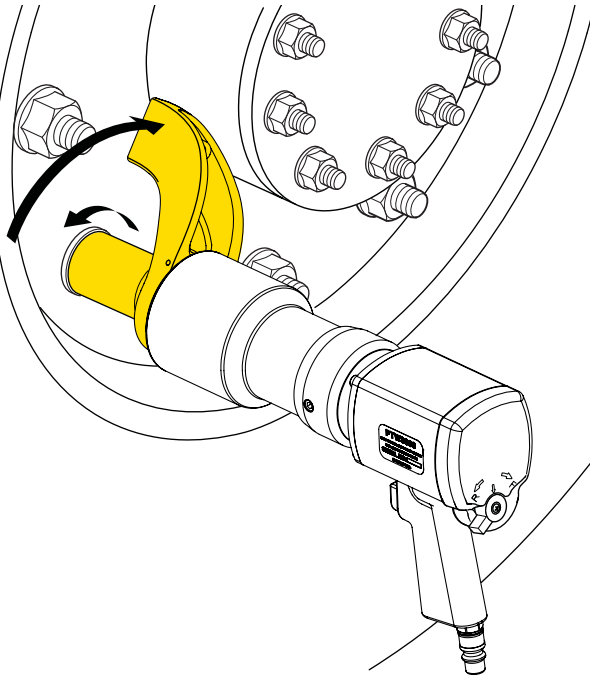

Fig. 9
10. La fig. 9 montre la position du bras de réaction lorsque le carré conducteur tourne vers la gauche.
12. Pour desserrer un élément de fixation (ou appliquer un couple en tournant de droite à gauche) : s'assurer que le levier de réglage est sur « R » et que le bras de réaction est positionné comme sur la fig. 9. Ensuite, appuyer à fond sur la détente et la maintenir enfoncée jusqu'à ce que l'élément de fixation soit desserré.